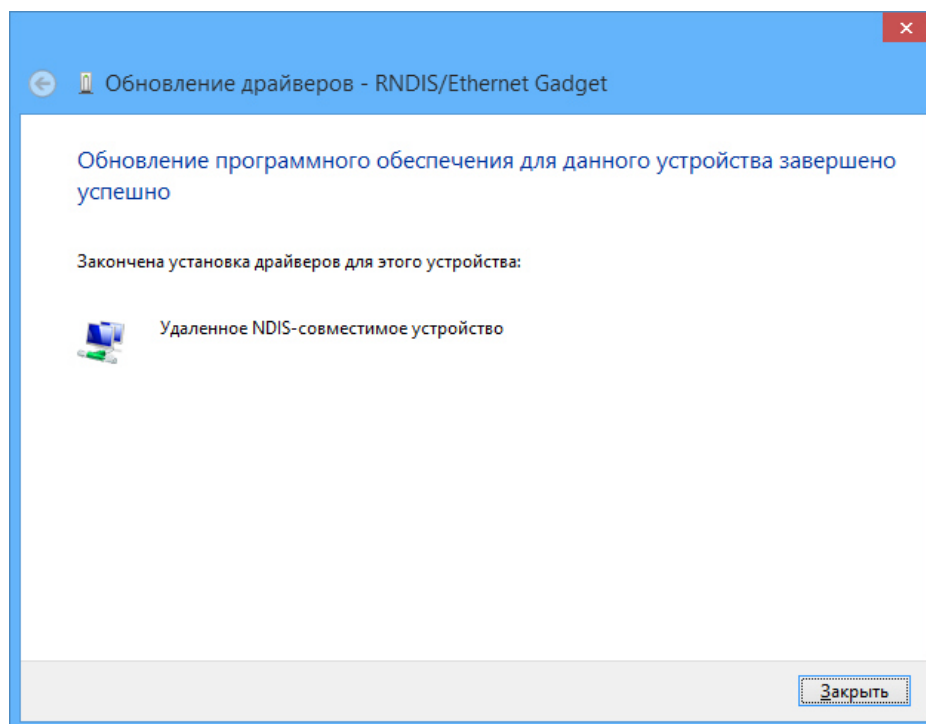

Рисунок 2.9 – Сообщение Выбор драйвера для «RNDIS/Ethernet Gadget»
9. Дождаться окончания обновления драйвера для устройства «RNDIS/Ethernet Gadget» и появления окна (рисунок 2.9). Нажать кнопку «Закреть».